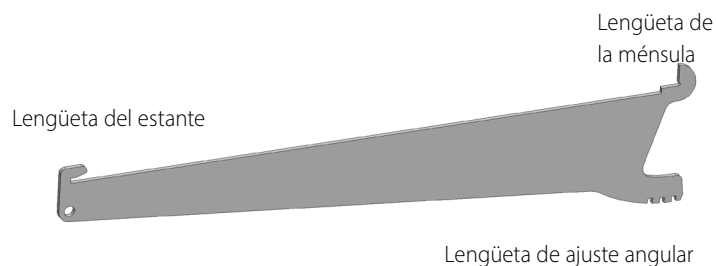

Fig. 5. Partes de la ménsula del estante.
1. Localice las ménsulas del estante. Véase la fig. 5.
2. Deslice la lengüeta de la ménsula en las ranuras del perfil para estantes. Véanse las figs. 5 - 7.